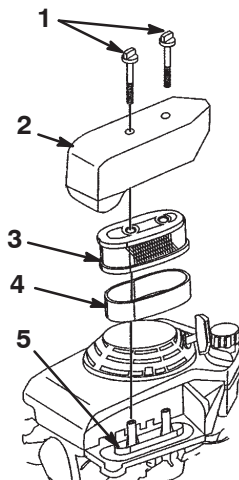

Bild 22
3. Nehmen Sie die zwei Flügelschrauben ab, mit denen die Abdeckung befestigt ist (Bild 22).
5. Nehmen Sie die Schaum- und Papiereinsätze vom Unterteil ab (Bild 22).
6. Nehmen Sie den Schaumeinsatz vorsichtig vom Papiereinsatz ab (Bild 22).